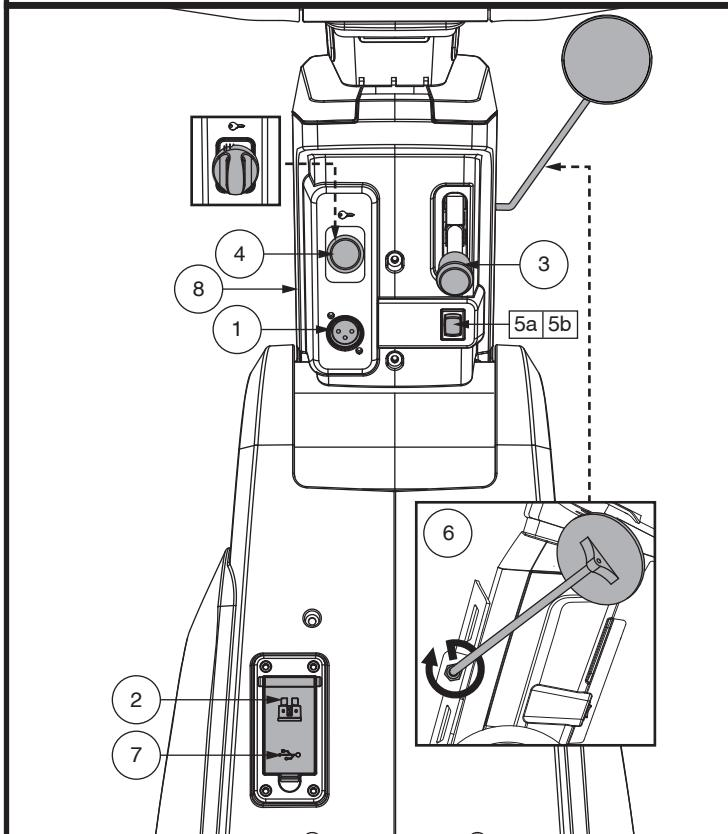

Figure 4. Composants du guidon inférieur
Pour charger les batteries, le cordon du chargeur doit être branché dans ce réceptacle. Le réceptacle est situé sur le guidon. **Voir la figure 4.**
- Insérez la clé dans le contact et tournez-la dans le sens horaire pour allumer votre scooter. **Voir la figure 4.**
Ce commutateur permet de sélectionner le levier d'accélérateur (gauche ou droit). **Voir la figure 4.**